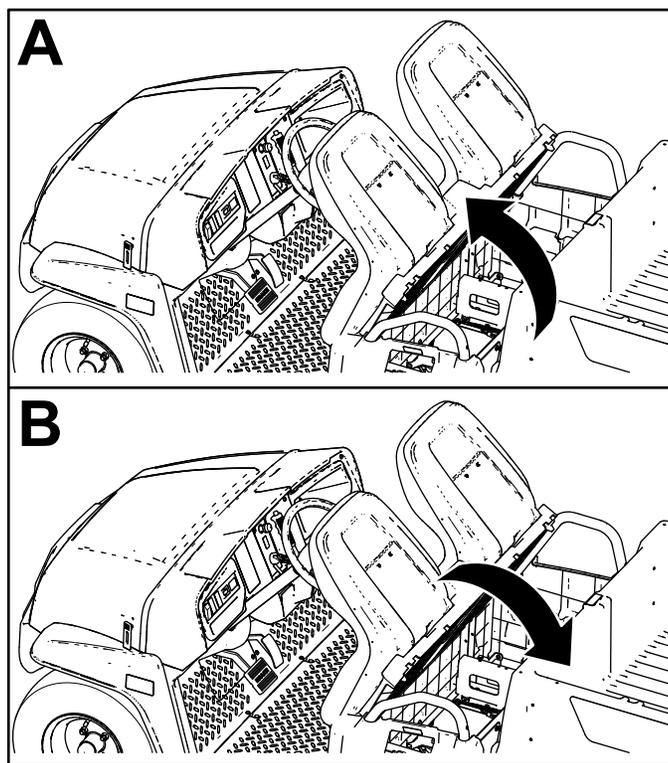

Рисунок 27
Для подъема сиденья в сборе наклоните сиденье вперед так, чтобы оно уперлось в рулевое колесо (Рисунок 27).
Для опускания сиденья в сборе толкните сиденье назад, установив его в исходное положение (Рисунок 27).
1. Наклоните сиденье в сборе вперед в поднятое положение (Рисунок 27).